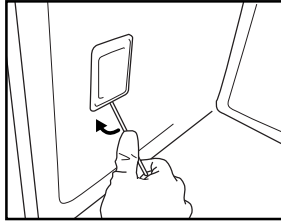

Fig. 8
3. Dégagez le cache de l'ampoule en faisant levier à l'aide d'un tournevis (Fig. 8).